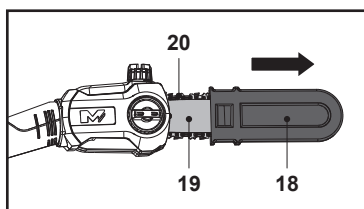

Fig. 4
1. Scoate teaca lamei de ghidare (18) de pe lanțul de fierăstrău (20) și lama de ghidare (19) înainte de utilizare (fig. 4).
2. Păstrează în siguranță teaca lamei de ghidare (18).